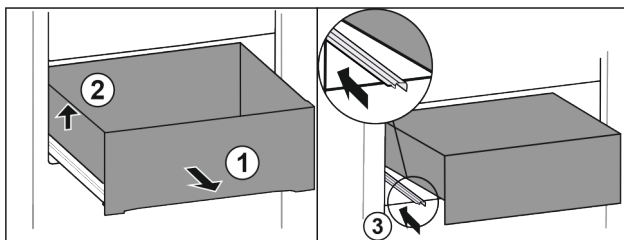

Fig. 31
- Træk skuffen ud indtil anslag. Fig. 31 (1)
- Løft skuffen i venstre side. Fig. 31 (2)
- Skub den venstre skinne ind. Fig. 31 (3)